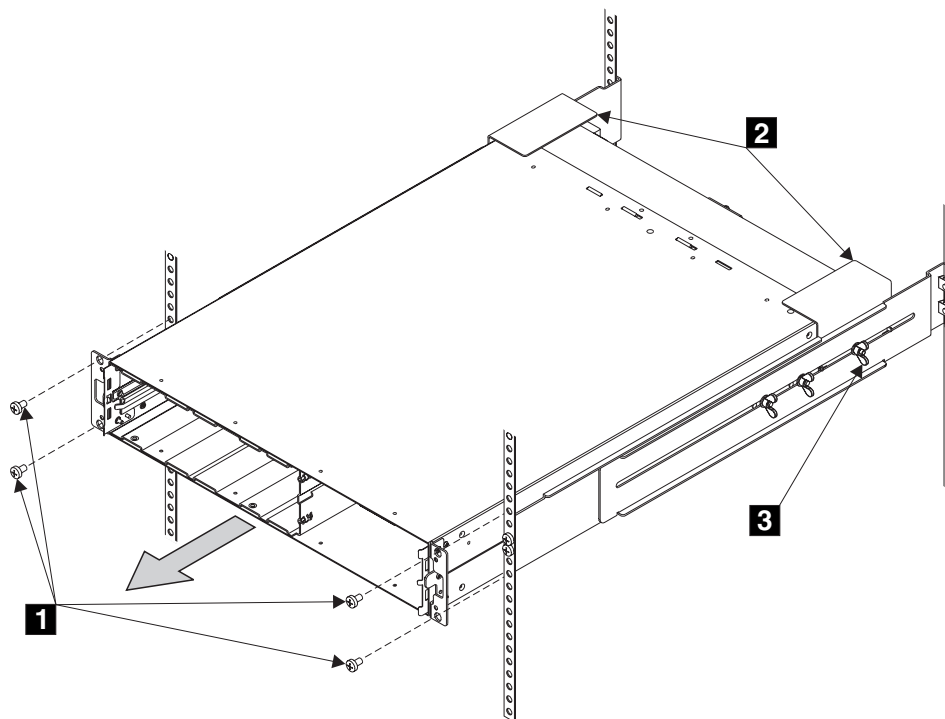

図 206. 2145 無停電電源装置の取り外し
7. 2145 UPS の前面から取り付けねじ (539 ページの図 206 の **1**) を外します。